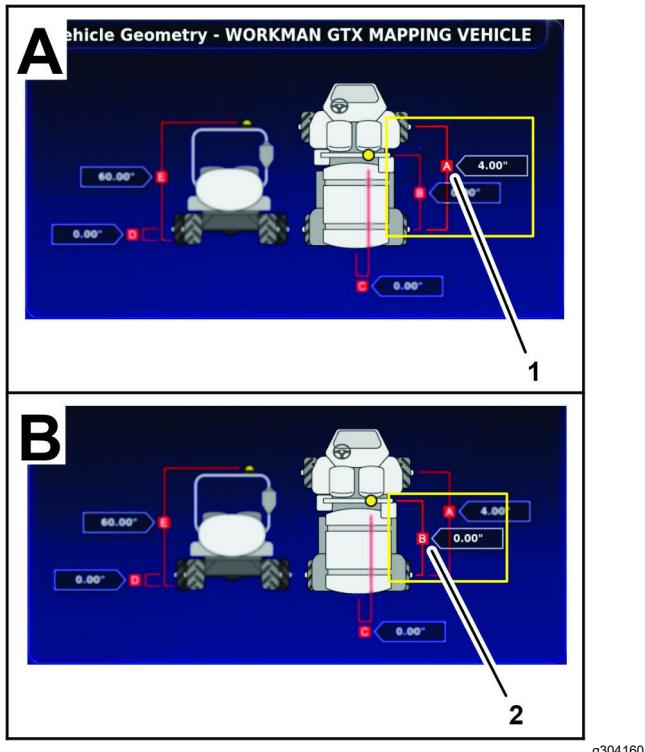

Figure 181
1. Sur la machine utilisée pour cartographier les limites de champ, mesurez la distance entre l'axe des essieux avant et arrière (Figure 181), et notez le résultat obtenu dans la fiche de géométrie du véhicule ci-après.
2. Mesure la distance entre l'axe de l'essieu arrière et le centre du récepteur satellite (Figure 181), et notez le résultat obtenu sur la fiche de géométrie.